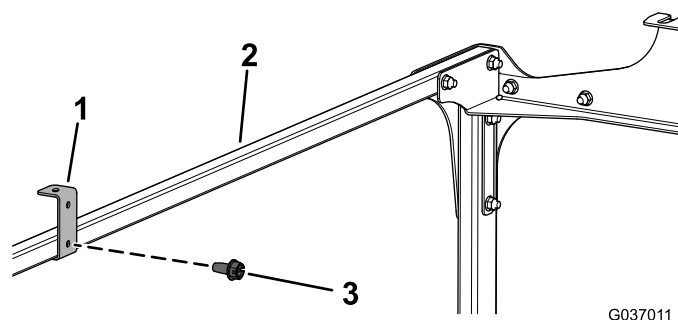

Figura 12
12. Instale los 2 soportes de techo a los tubos de enlace transversal con 2 tornillos autorroscantes ($\frac{1}{4}'' \times \frac{1}{2}''$), tal y como se muestra en la Figura 12.